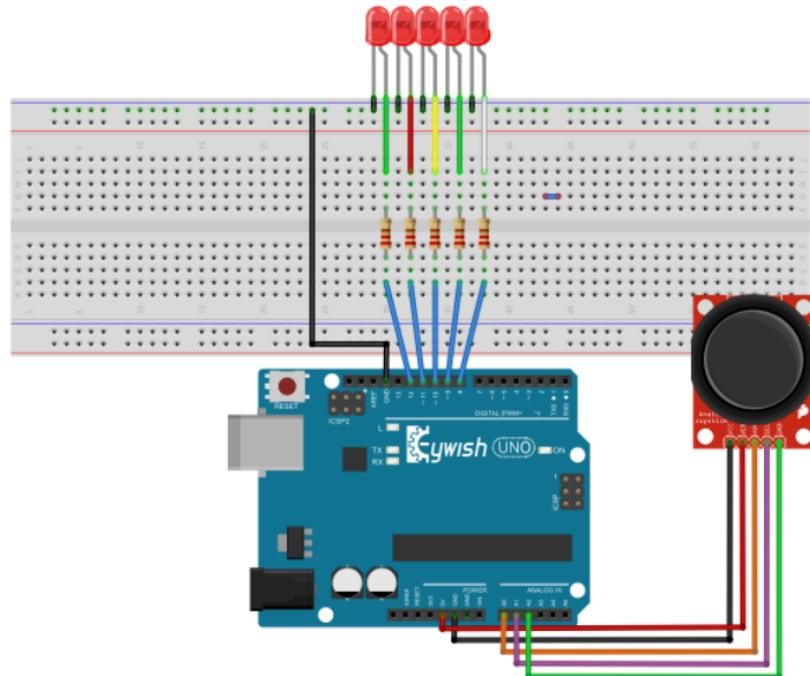

图 12.2: 实验接线图
- (1) 按照如图12.2所示的方式完成接线;
- (2) 打开 Arduino IDE，输入程序;
- (3) 检查无误后上传程序;
- (4) 操作遥杆，观察 LED 指示灯的变化。